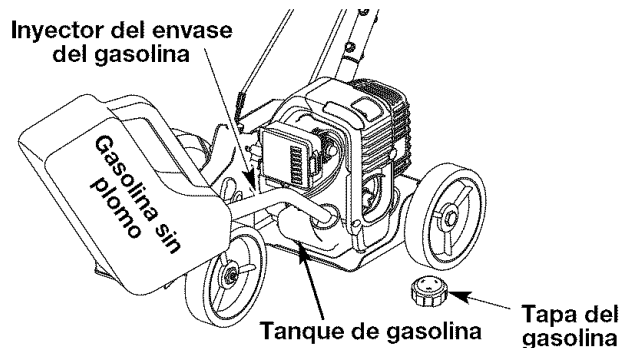

Fig. 10
1. Saque la tapa de la gasolina (Fig. 10).
2. Coloque el pico del recipiente de gasolina en el orificio de llenado del tanque de gasolina (Fig. 10) y llene el tanque.